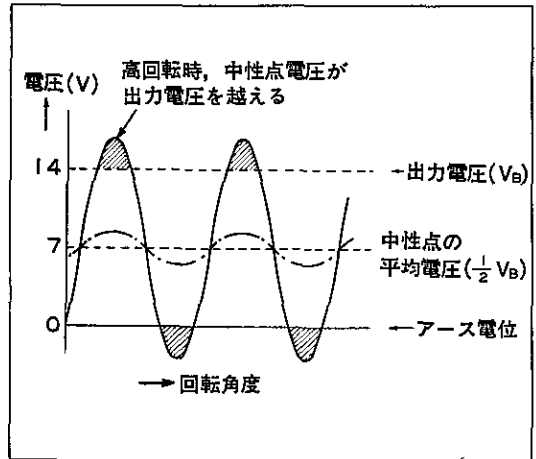

図5-91 出力アツプ加算部分 S6359
(2) 高速回転時、中性点電圧のピークで出力電圧(ゼネレータレギュレータによつて一定に制御されている)以上になる所は、図5-91斜線の部分である。